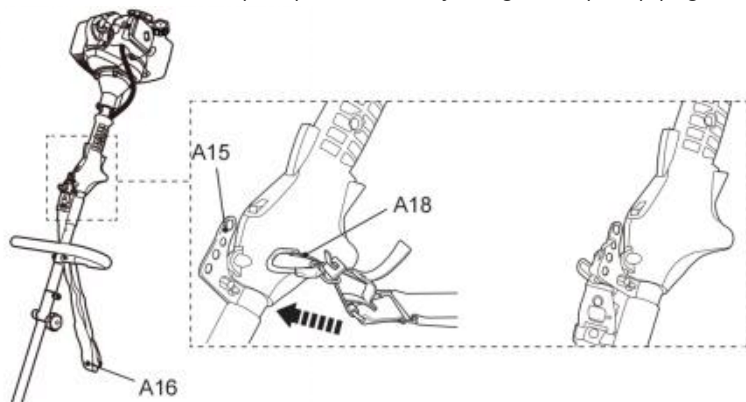

Fig. 32
1. Fäst fästklämman (A18) i en av de fyra öglorna (A15) (Fig. 32).